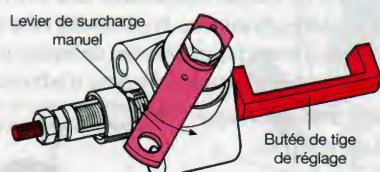
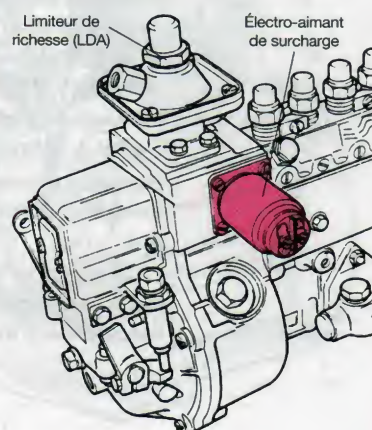

Figure 91.8. Commande manuelle par câble
Figure 91.9. Commande électrique
- a) Butée à commande externe (manuelle, fig. 91.8 ou électrique, fig. 91.9).